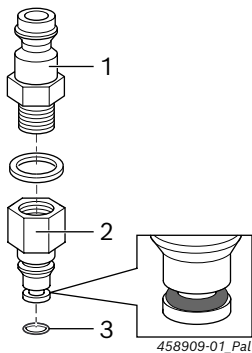

Fig. 2: Montagem do adaptador de retorno 1 687 016 138
1. Parafusar e fixar o niple de acoplamento (Fig. 2, pos. 1) com vedação em anel (A10 x 13,5) no adaptador (Fig. 2, pos. 2).
2. Inserir o o-ring (Fig. 2, pos. 3) na ranhura.